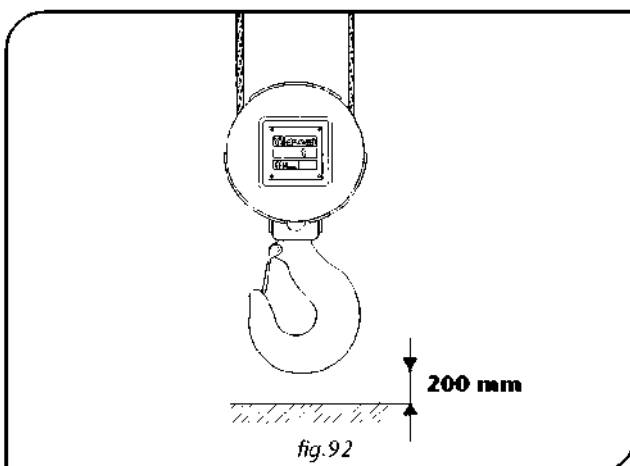

fig.92
- **Regulacja dolnego wyłącznika krańcowego NIE MOŻE zezwalać na obniżenie się dolnej krawędzi haka na więcej niż 200 mm od ziemi (rys. 92).**